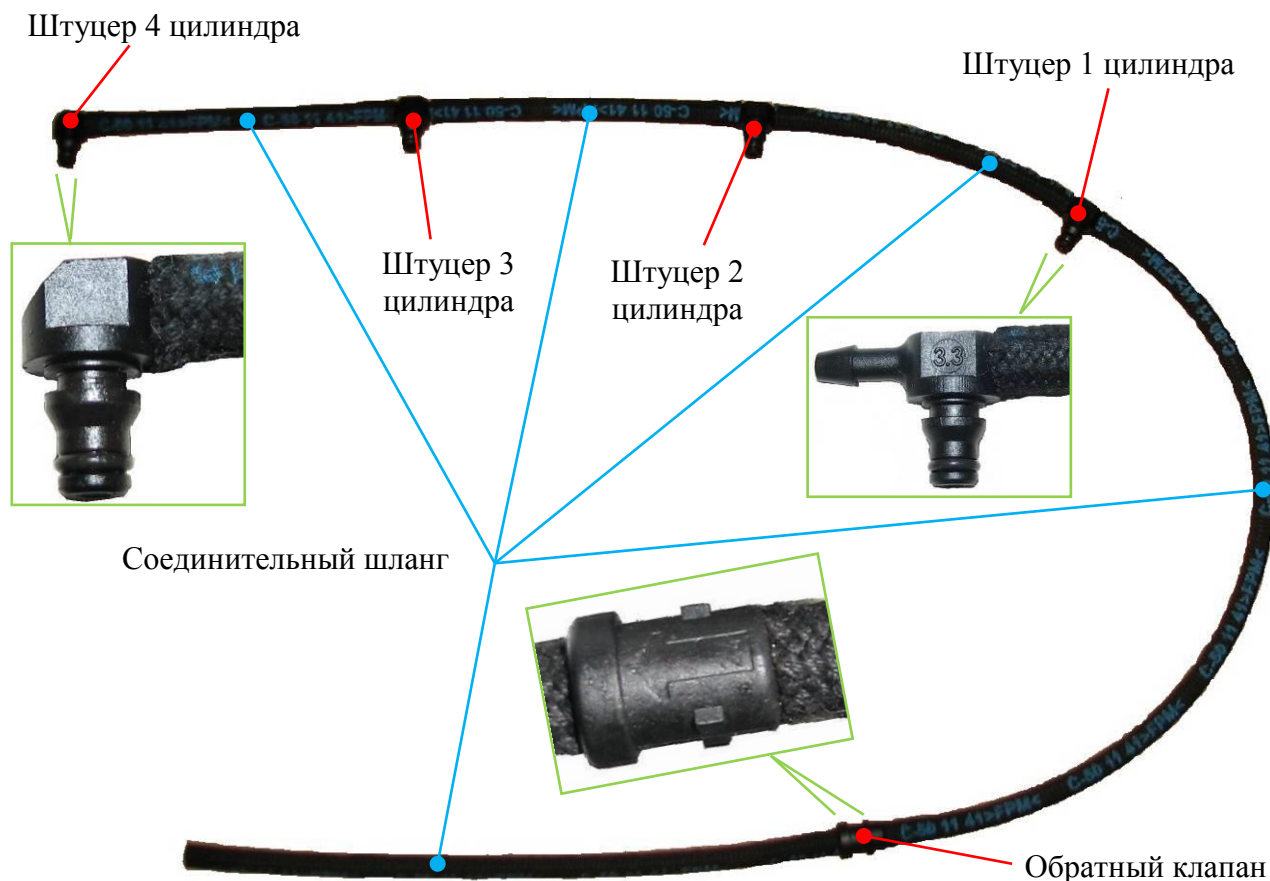

Рис.71. Внешний вид топливopовода отсечного топлива
**Топливопровод отсечного топлива с топливных форсунок (рис.71)** служит для отвода топлива от топливных форсунок во время их работы в топливный бак. Топливопровод поставляется ф. BOSCH в сборе и состоит из 5 резиновых соединительных шлангов, 4 штуцеров закрепляемых в гнезде электромагнитного клапана топливной форсунки, и обратного клапана, сохраняющего избыточное давление топлива в топливopоводе и предотвращающего завоздушивание топливной системы при остановке двигателя и обесточивании электромагнитных клапанов топливных форсунок.